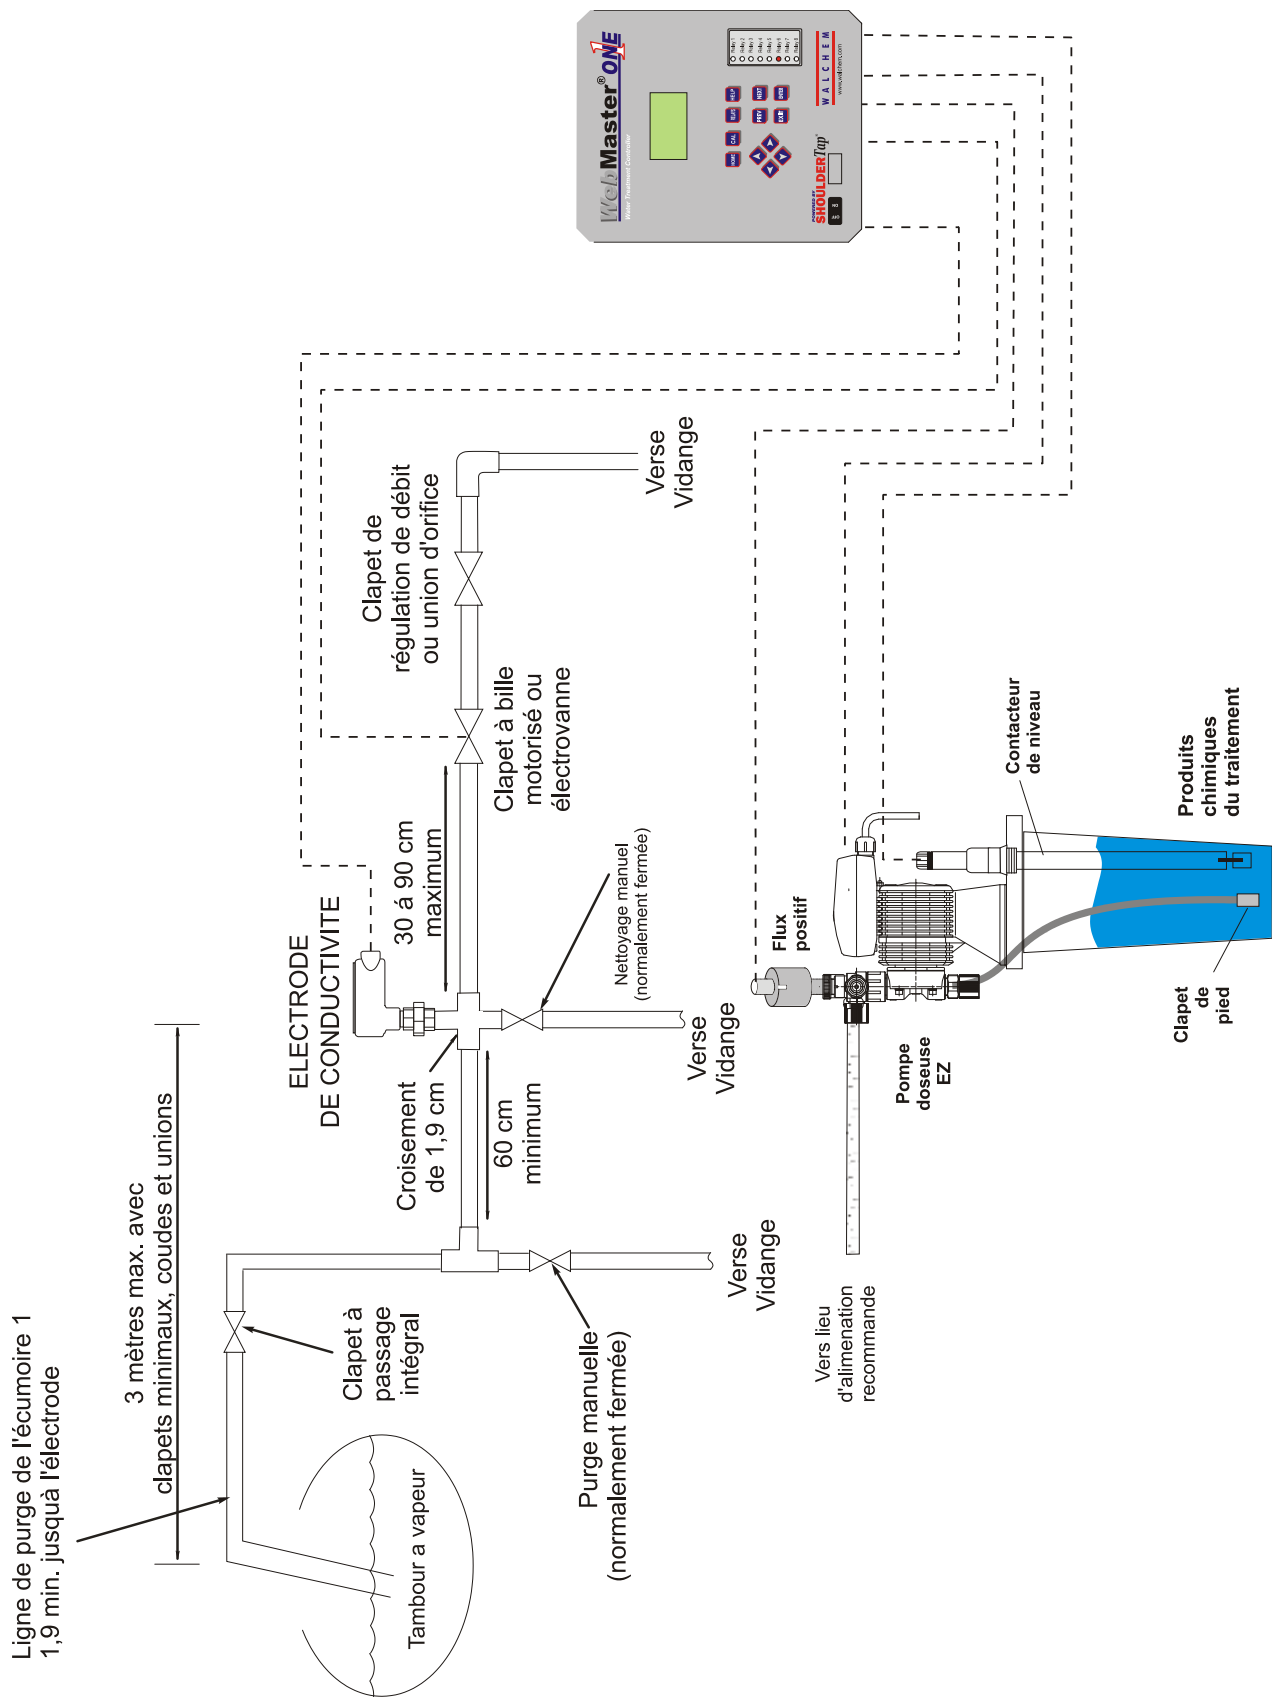

Figure 1b Installation classique, échantillonnage intermittent du boiler
*Importantes remarques pour l'installation sur un boiler : (voir les figures 1b et c)*